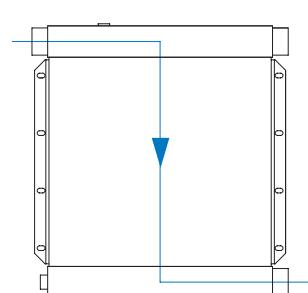

Abb. 2/diagram 2
- Der ölseitige Anschluss der Kühler erfolgt an den dafür vorgesehenen und entsprechend markierten Anschlussgewinden am oberen und unteren Sammeltank des Kühlpakets. Siehe Abbildung 2 + 3. Der jeweils nicht benötigte Anschluss wird ab Werk mit einem Verschlussstopfen verschlossen.